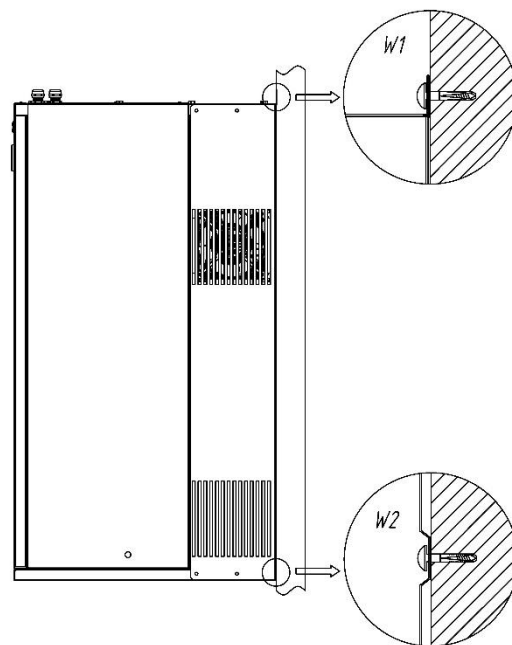
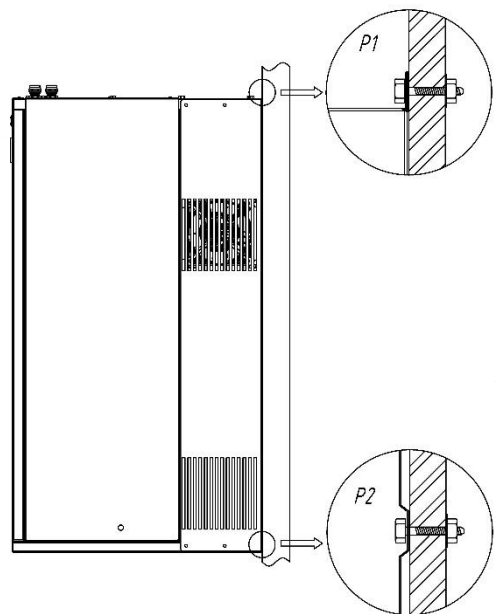

Рисунок 3. Монтаж увлажнителя на стену
Рисунок 4. Монтаж увлажнителя на стойку
2. Подготовьте верхние отверстия для крепления увлажнителя. Для получения размеров можно использовать Рисунок 3 и Рисунок 4 данной инструкции, либо произвести замеры непосредственно на самом оборудовании